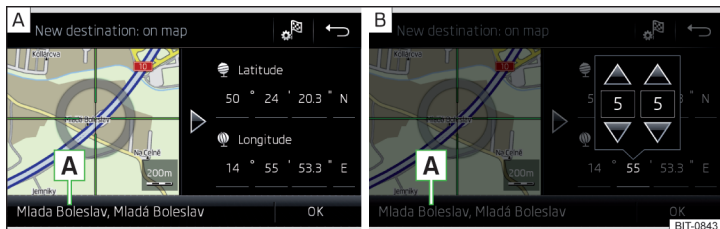

Fig. 225 Introducir destino: a través del punto del mapa / con ayuda de las coordenadas GPS
- Por el toque de la pantalla desplazar el destino deseado en la cruz reticular » fig. 225 - **A**.
- Pulsar y ajustar los valores de las coordenadas del GPS uno detrás del otro » fig. 225 - **B**.
Si hay información disponible sobre el punto introducido en los datos de navegación del Infotainment, esta se mostrará en vez de las coordenadas GPS (p. ej. dirección **A** » fig. 225).